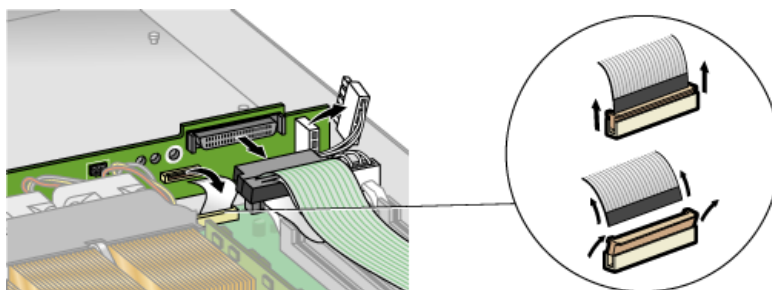

図 3-12 SCSI バックプレーンのケーブルの取り外し
6. SCSI バックプレーンから、5 ピン電源ケーブル、小さいフラットケーブル、および 68 ピンリボン信号ケーブルを外します (図 3-12 を参照)。